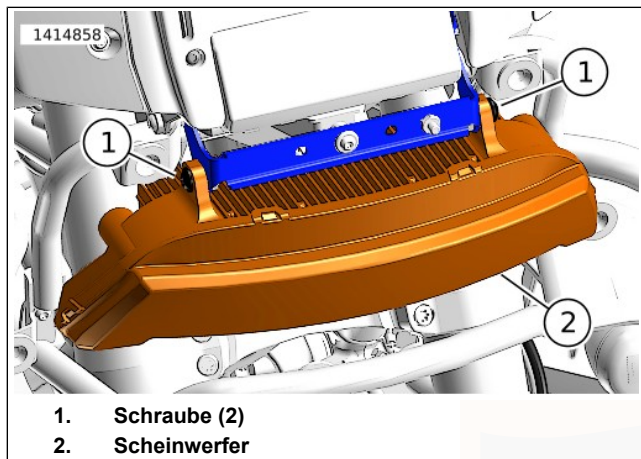

Abbildung 80. Scheinwerfereinstellung
2. Abbildung 80 Die Schrauben (1) lösen